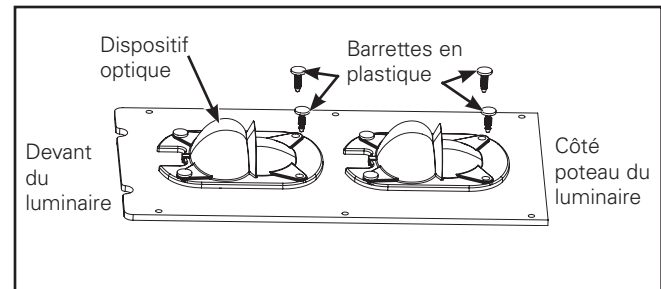
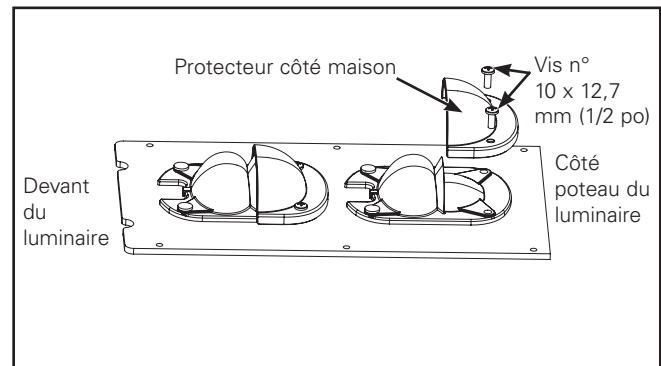

Figure 9.
Figure 10.
### Protecteur côté maison (Figure 9. et Figure 10.)
1. Retirez les barrettes à ressort en plastique qui se trouvent derrière le dispositif optique. (Figure 9.)
**Remarque:** Le protecteur côté maison doit UNIQUEMENT être installé à l'arrière du dispositif optique, tel qu'illustré. NE l'installez PAS sur l'autre côté du dispositif optique. (Figure 10.)